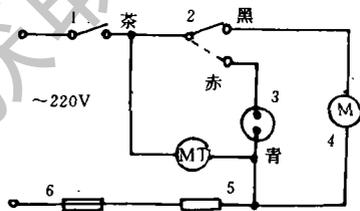

图 1 上菱冰箱化霜控制电路图
1. 上菱冰箱的化霜电气控制回路: 电气回路见图 1。打开冷冻室的门, 把一块对面的塑料板取出可看见蒸发器、铜管、电气元件组件等。双金属化霜温度控制器安装在蒸发器连管前的贮液器上。电加热管安装在蒸发器的下方。化霜温度保险电阻安装在蒸发器的左下方。电气连线接插件也在蒸发器的左上方。风扇电机在蒸发器上方。冷冻室内还有冷冻室温度控制器。冷冻室门下方有冷冻室门开关以及冷藏室门开关。打开冷藏室门, 里面在冷藏室与冷冻室中间有化霜定时控制器以及冷藏室温度控制器, 还有起动电容、压敏电阻、降压二极管(有的化霜冰箱, 无这些元件)。
2. 化霜原理: 化霜温度定时控制器共有四个接点: 赤、茶、黑、青。其中赤、茶通为化霜, 茶、黑通为致冷, 茶、青接 220V。在化霜定时器正面有一个调节轴, 当转动第一声“劈啪”响为化霜动作, 即赤、茶两点接通, 也就是图 1 中虚线部分。当转动第二声响为致冷动作, 即茶、黑两点接通, 也就是图 1 中实线部分。化霜温度定时器与压缩机同步工作。化霜定时器的触点的动作时间一般调定为每隔 8 小时断开一次。图中触点的位置正好是前一次化霜刚完, 化霜定时器刚刚接通压缩机电路。电冰箱就开始了—个化霜周期的运转, 化霜定时器与压缩机同时进入同步运转。化霜定时器是与蒸发器化霜加热器串联在—条电路中。为什么蒸发器化霜加热器不给于蒸发器加热, 这是因为化霜定时器的内阻要比蒸发器化霜加热器的电阻大许多倍(化霜定时器内阻为  $7055\Omega$ , 蒸发器化霜加热器的电阻约为  $320\Omega$ , 电阻值相差 21 倍)。因此, 加在蒸发器化霜加热器上的电压仅为 10V, 这样小的电压在蒸发器化霜加热器上所产生的热量是微不足道的。当化霜定时器与压缩机同步运转到调定的化霜间隔时间(8 小时)时, 化霜定时器的活动触点就会将通往压缩机的电路